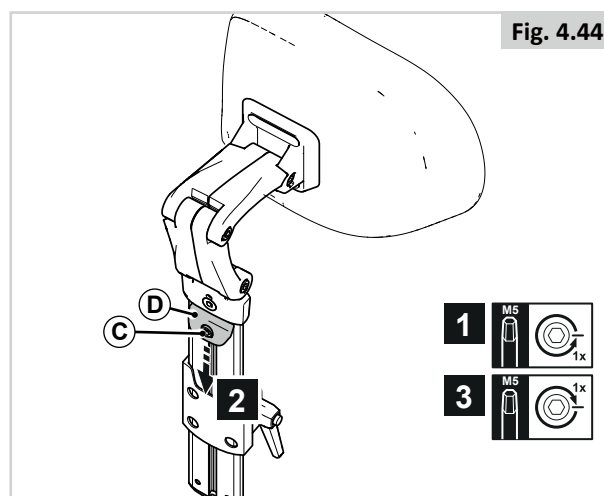

Fig. 4.44
**Réglage Mémorisation (Fig. 4.44)**
1. Desserrez (C) d'un tour.
2. Glissez (D) le plus bas possible.
3. Resserrez (C).